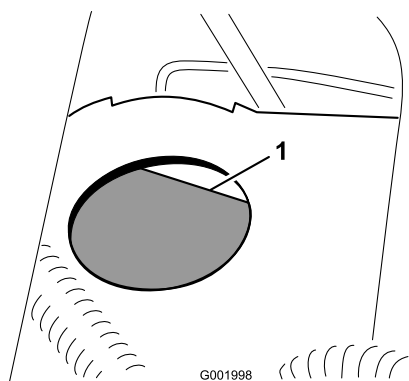

Figura 62
2. El nivel de líquido debe llegar a la línea Lleno del depósito (Figura 62).